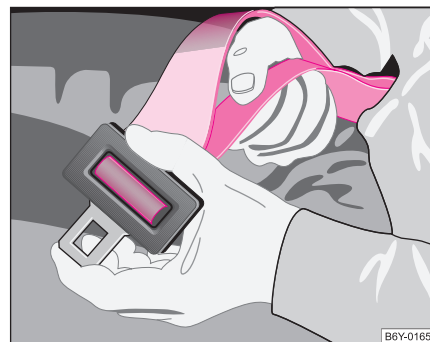

Fig. 111 Prelungirea centurii de bazin
- Țineți elementul centurii în unghi drept față de centură și trageți centura la lungimea dorită ⇒ pagina 134, fig. 111.